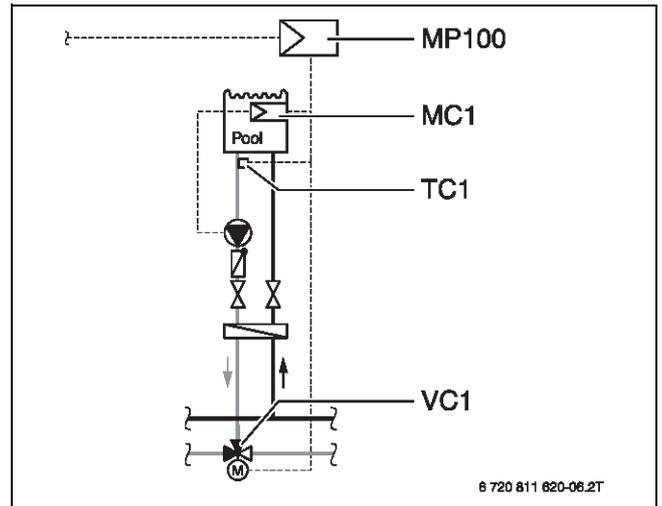

Bild 35 Beispieldarstellung für eine Schwimmbadanlage
**Legende zu Bild 35 und 36:**